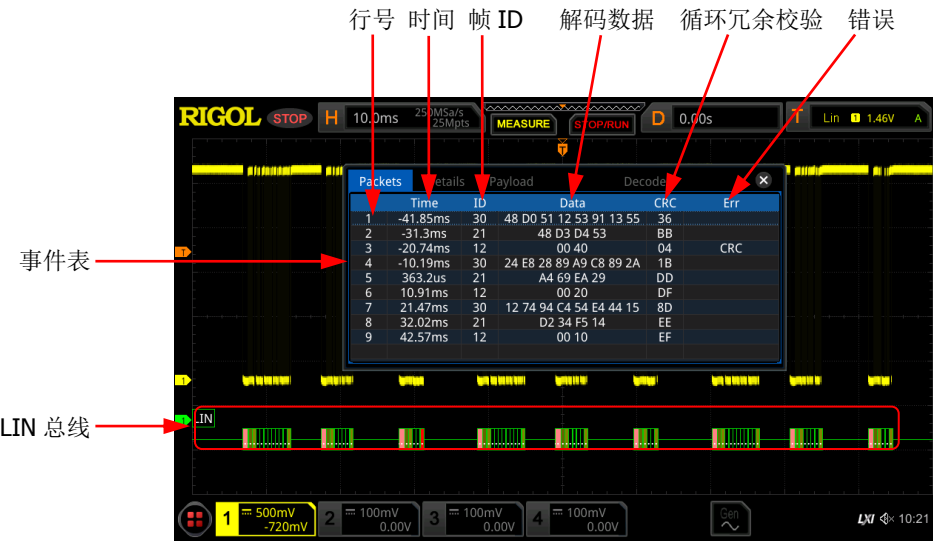

图 11-9 LIN 解码事件表
- 打开或关闭事件表：连续点击 **事件表** 键，打开或关闭事件表显示。打开事件表，屏幕弹出如图 11-9 所示的事件表。您可以点击事件表右上方的图标 **×** 关闭事件表功能。另外，当运行状态为“STOP”时，您还可以在菜单中选择指定行并查看相应的解码信息。